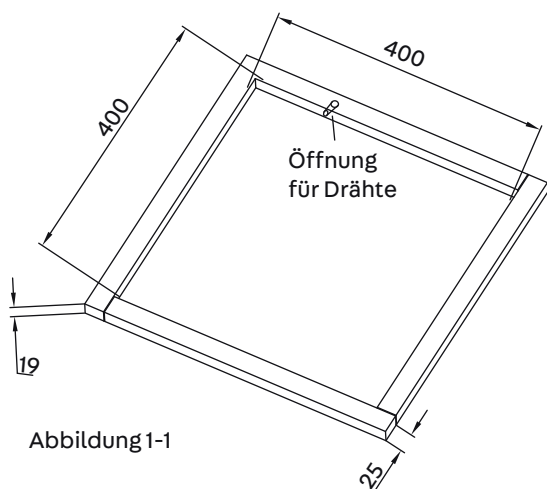

Abbildung 1-1
Wenn die Dachentlüftungsöffnung nicht verwendet wird, muss eine neue Öffnung in das Dach des Fahrzeugs geschnitten werden (siehe Abbildung 1-1). Eine entsprechende Öffnung muss auch in der Innendecke des Fahrzeugs angebracht werden. Gehen Sie dabei vorsichtig vor. Wenn die Öffnung verkleidet ist, können Risse entstehen. Wenn sichergestellt wurde, dass die Öffnungen im Dach und in der Innendecke die korrekte Größe haben, muss eine gerahmte Stützstruktur zwischen der Außendecke des Daches und der Innendecke angebracht werden. Die verstärkte Rahmenstruktur muss den folgenden Richtlinien entsprechen:
2. Es muss die äußere Dachoberfläche und die Innendecke voneinander getrennt halten und sie stützen, damit kein Versagen auftritt, wenn die Dachklimaanlage und die Deckenbaugruppe zusammengeschaubt werden. Ein typischer Stützrahmen ist in Abbildung 1-1 dargestellt.